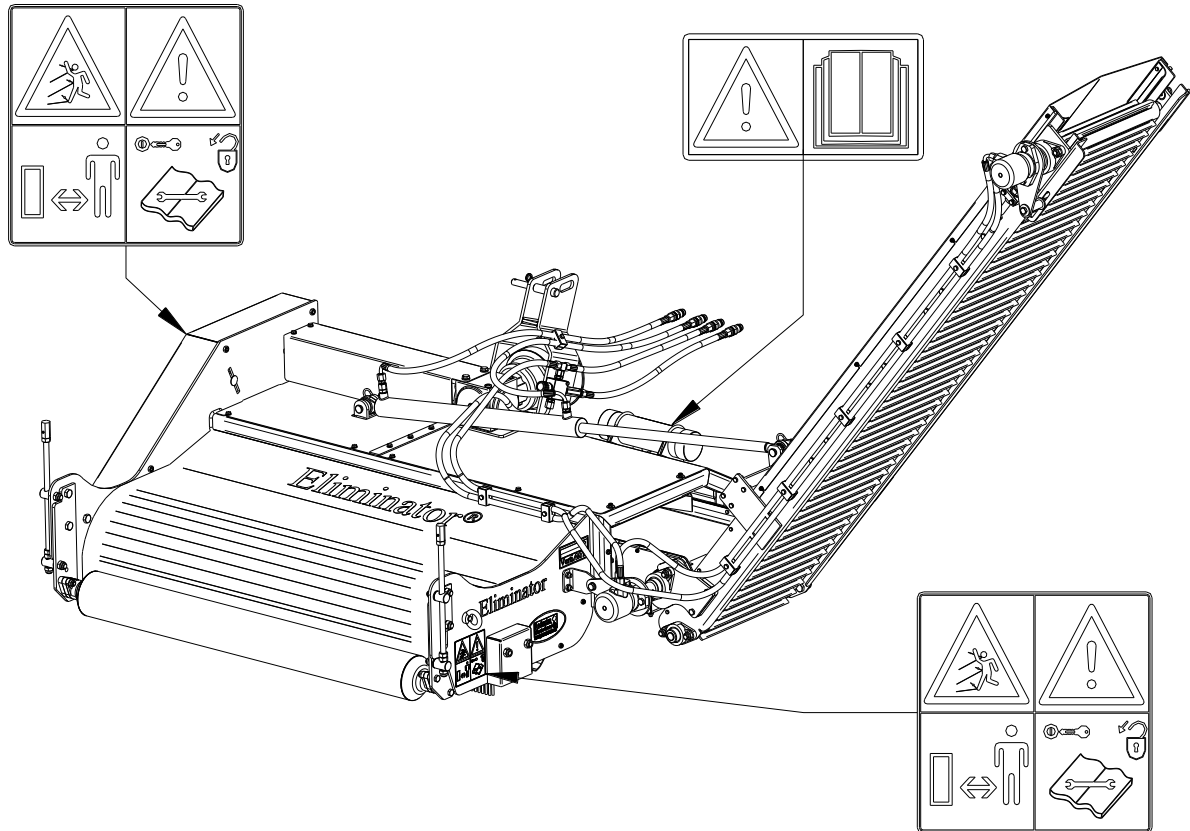

Fig. 5
(7) Emplacement des stickers de sécurité. (Fig. 5)